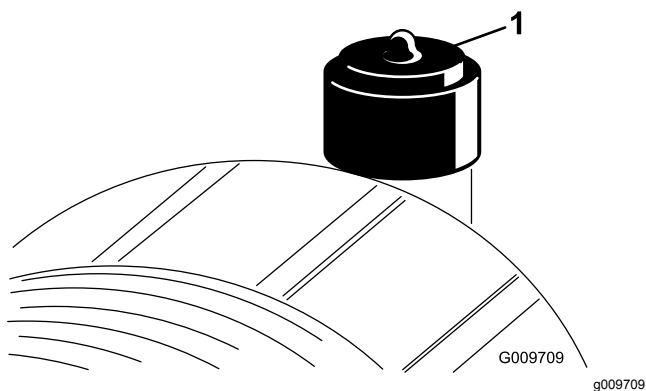

Figura 69
Effettuate la manutenzione del filtro dell'aria quando l'indicatore lo richiede (Figura 69). Sostituendo il filtro dell'aria prima del necessario si aumenta il rischio che la morchia penetri nel motore quando rimuovete il filtro.
2. Se la spia (Figura 69) è rossa, resettatela.